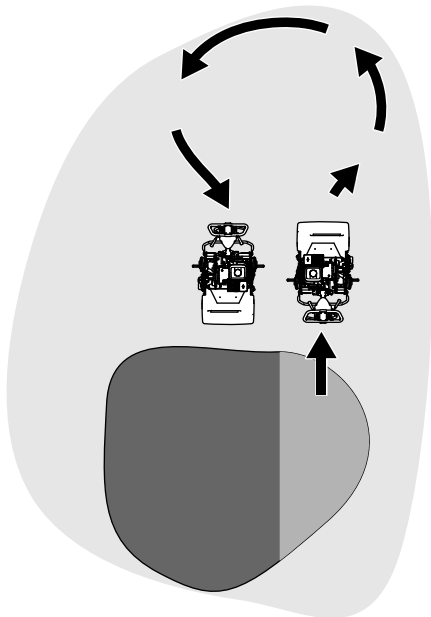

Figura 23
- Retire a máquina do relvado, levantando o cilindro de corte (empurre a pega para baixo) e fazendo uma volta em forma de gota no tambor de tração (Figura 23).
1. Localize a alavanca de engate da tração na caixa de engrenagens da transmissão (Figura 23).